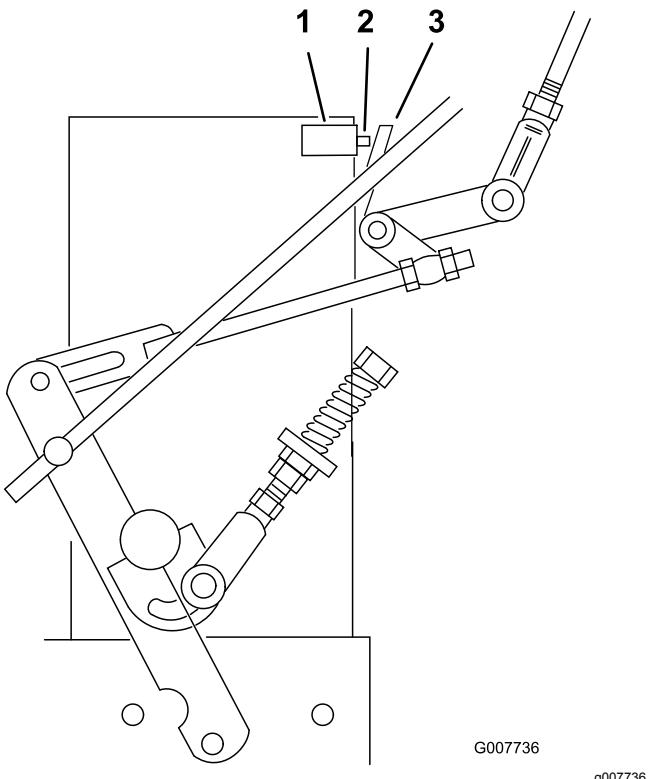

Figura 33
7. Verifique para se certificar de que o interruptor de segurança está premido e existe um espaço de 8 mm entre a patilha de acionamento e o interruptor (Figura 33).
8. Se for necessário, ajuste a localização do interruptor para criar o espaço de 8 mm (Figura 33).